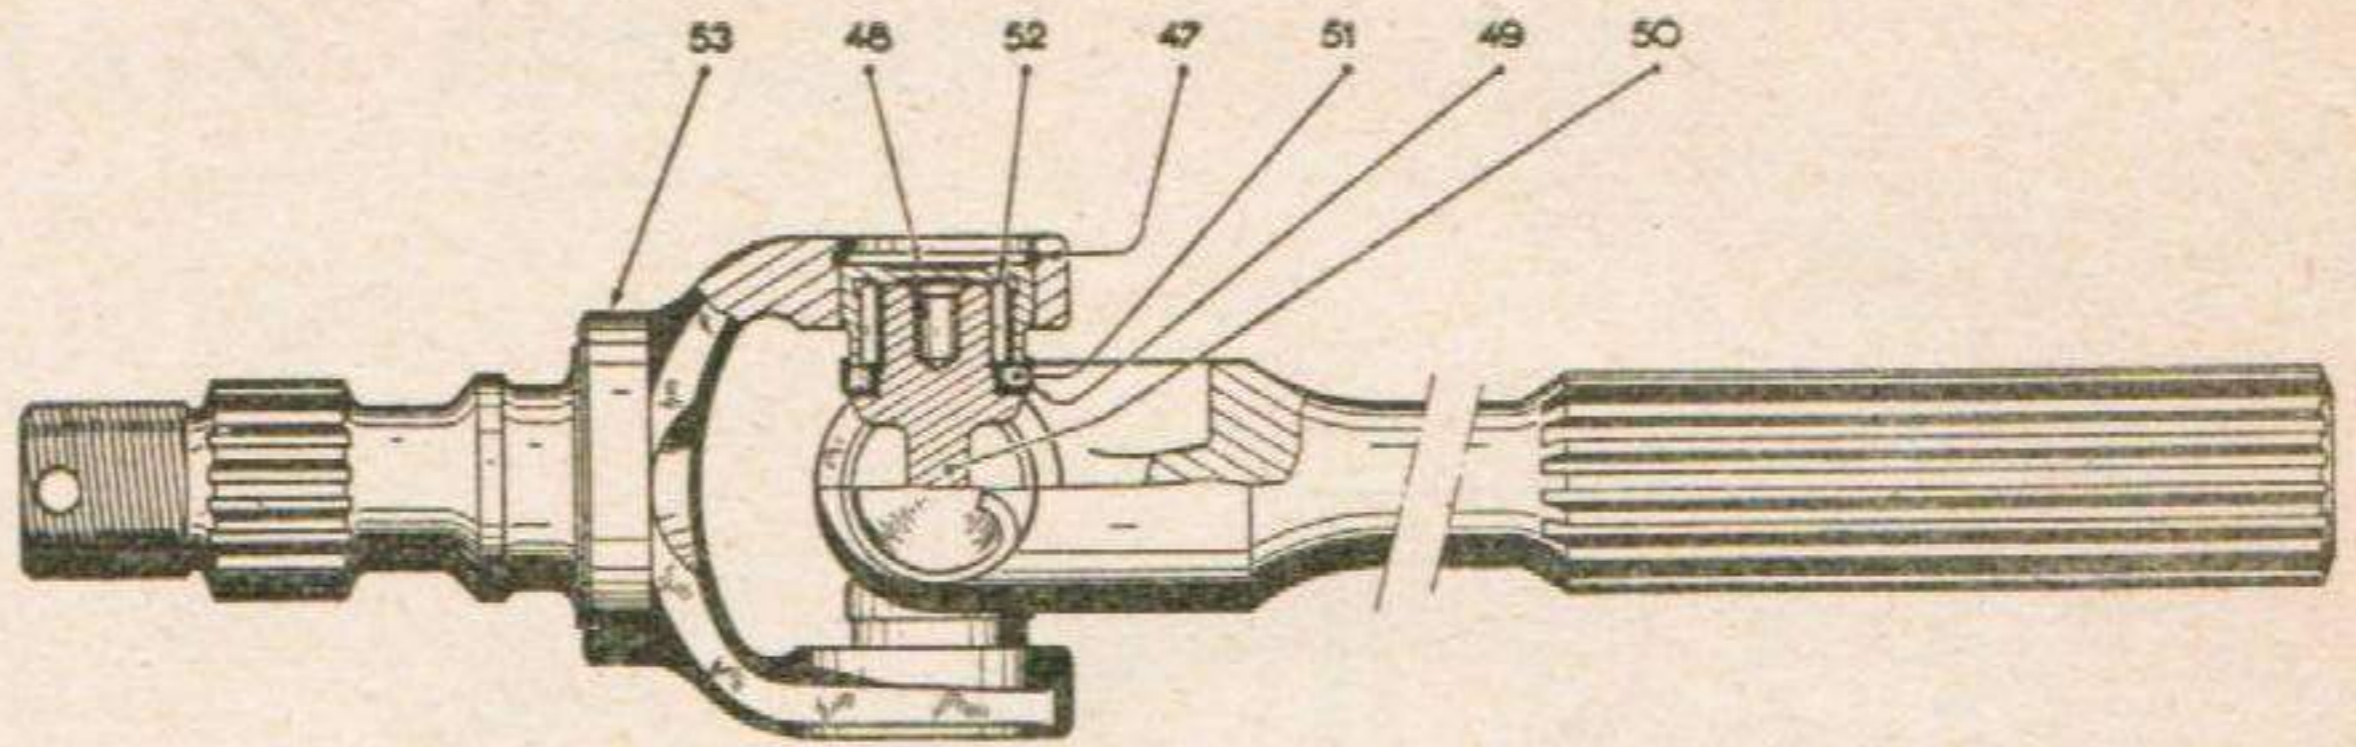

Fig. 37. — Vue d'un cardan (côté roue).
- Déposer les quatre segments d'arrêt (47) (figure 37) des coussinets.
- Décoller les coussinets (48) de leur logement, en frappant sur les fourches à l'aide d'une massette en cuivre. Dégager les coussinets à l'aide de pinces.